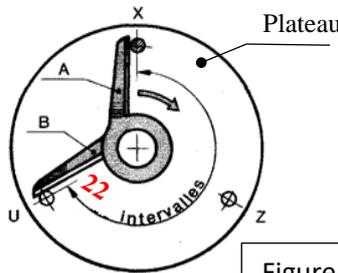

Figure :1
3. Indiquer, sur le croquis figure 1, le nombre d'intervalles de l'écartement des branches de l'alidade pour effectuer la fraction de tour : /1pt
5. Ecrire en ordre les manœuvres à suivre, dans le tableau 1 ci-dessous, pour réaliser la deuxième rainure des cannelures, en se référant à la liste des manœuvres en désordre et à la figure1 de la question 3 : /4pts